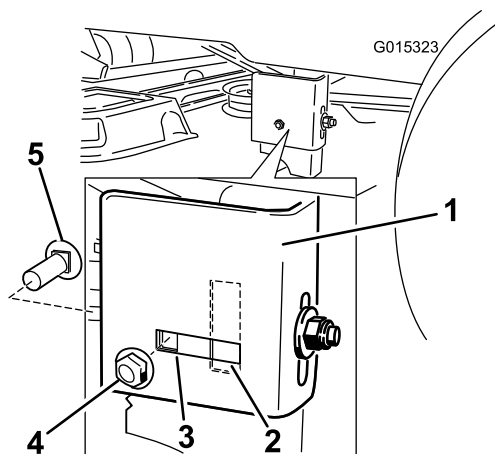

Bild 59
- Prüfen Sie, ob die seitliche Schlossschraube in der arretierten oder geschlitzten Stellung ist (Bild 59).
Hinweis: Wenn die seitliche Schlossschraube in der arretierten Stellung ist, entfernen Sie die seitliche Schlossschraube und seitlich Arretiermutter von der arretierten Stellung und setzen sie in die geschlitzte Einstellstellung ein (Bild 59).